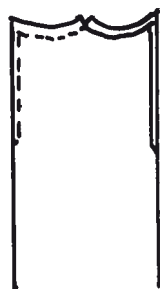

Abb. 6: Bohrerstummel – zum Stirnschneider geschliffen
- Op. 6 Es werden die Schnürprofile gefräst, mit Rillen von 1,5 mm Breite und 0,8 mm Tiefe. Hierfür ist eine Oberfräse zu gewaltig, also behelfen wir uns mit der Mini-Bohrmaschine mit einem Zusatztschlein und einem kleinen Stirnschneider. Doch gilt das Gleiche wie für die Oberfräse: Immer genau die Drehrichtung mit der Eintauchrichtung abstimmen. Also der Gefahr immer von vorn begegnen! Kleine Stirnschneider sind selten zu kriegen und dann noch teuer, dabei einfach aus einem 3–6 mm großen, abgebrochenen Bohrer herzustellen (Abb. 6). Eine Fläche von 1–2 mm anschleifen, mit einem runden Schleifsteinchen zwei Rundungen einschleifen und am Umfang ein paar Millimeter hinter-schleifen. Mit etwas Fingerspitzengefühl, einer gewölbten Unterlage und einem Metallkreissägeblatt lässt sich die Rille auch auf einer kleinen Kreissäge sägen.